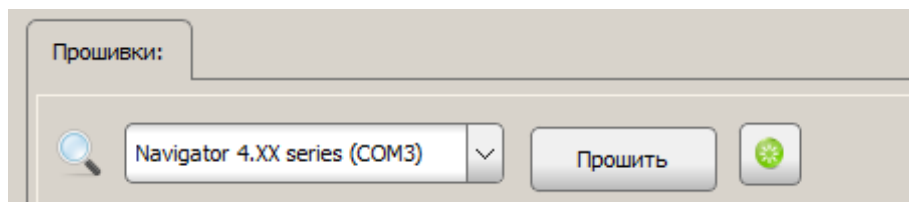

Рисунок 2 - Панель инструментов, прошивки изделия
- щелкнуть левой кнопкой мыши в строке с названием прошивки, которую следует сохранить в память изделия, отобразится панель инструментов, рисунок 2, содержащая поле выбора порта подключения, кнопку «Прошить» предназначенную для запуска процесса программирования и кнопку «Перезагрузить»  изделия.